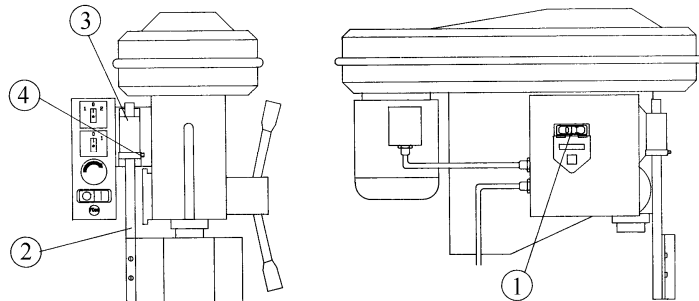

FIG.5
- A - Monter l'axe (2 fig.5) dans le corps du protecteur (3 fig.5)
- B - Positionner l'axe (2 fig.5) et serrer la vis (4 fig.5)
- D - Appuyer sur le disjoncteur (1 fig.5)